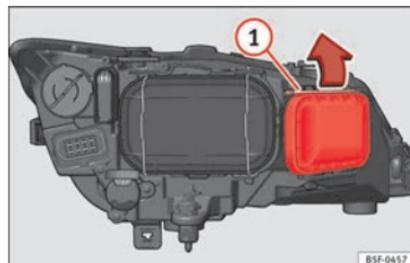

Fig. 105 Lámpara de luz intermitente.
- Desplace el tirante »» fig. 105 ① en el sentido de la flecha y saque la tapa.